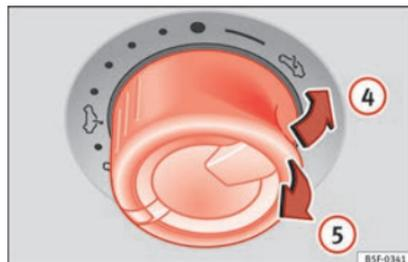

Fig. 12 No forro do tejadilho: pressionar ou puxar o comando para levantar o teto e fechá-lo.
- Levantar: pressione o interruptor para a posição »» Fig. 12 ④. Para uma posição intermédia, mantenha o interruptor acionado até atingir a posição desejada.
- Baixar: puxe o interruptor para a posição »» Fig. 12 ⑤. Para uma posição intermédia, mantenha o interruptor acionado até atingir a posição desejada.